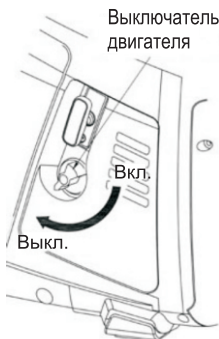

Рис. 9
2. Поверните выключатель двигателя в положение «Вкл.» (рис.9).